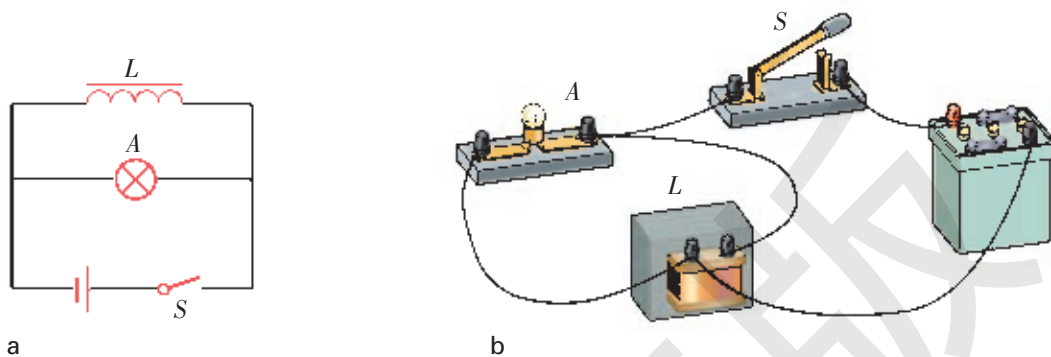

图 1-48 探究电路断开时线圈的自感现象
按照图 1-48 连接电路。闭合开关 S , 待灯泡 A 正常发光后, 再断开电路。观察灯泡在电路断开瞬间的发光情况。
在做图 1-48 所示的实验中, 开关断开后, 灯泡发光还能维持一段时间。那么, 它的能量是从哪里来的呢?
1. 在探究自感现象的实验中(图 1-48),为了使现象明显,要选择电阻值比灯泡 A 灯丝阻值小得多的线圈。请分析这样做的原因。